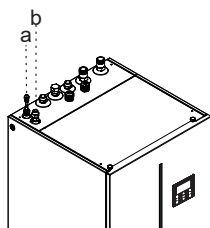

Abb. 5-2
- Wenn das Innengerät mit dem Außengerät (4/6kW) abgestimmt ist, muss das Übergangsstück 9,52-6,35 (siehe Tabelle auf Seite 8) am Kältemittelanschluss des Innengeräts montiert werden (siehe Abb. 5-2). Das Übergangsstück wird bei anderen Typen von Außengeräten (8/10/12/14/16kW) nicht verwendet.